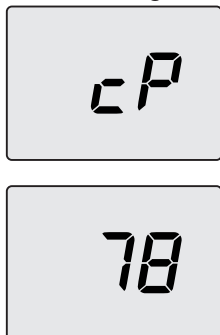

Figura 9.11
- Premendo il tasto 14 è possibile variare la potenza in modalità spazzacamino: con visualizzazione sul display LCD delle lettere **HP** che si alternano con il valore di temperatura dell'acqua di riscaldamento (es.**78**), siamo "funzione spazzacamino" alla potenza massima in riscaldamento (Figura 9.11);